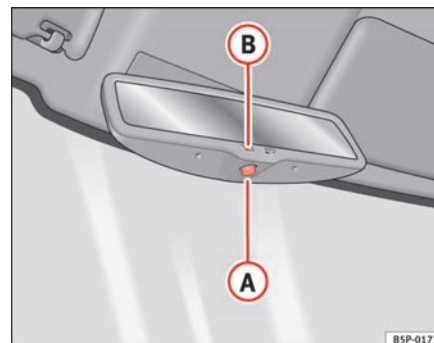

Fig. 89 Espelho interior com ajuste automático para posição de anti-encadeamento.
- Prima a tecla (A) ⇒ fig. 89. A luz avisadora (B) apaga-se.
- Prima a tecla (A) ⇒ fig. 89. A luz avisadora está acesa.